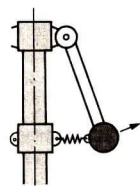

Bild 22
■ 3.21 An einem Fliehkraftregler (Bild 22) wird eine Stahlkugel mit der Masse 120 g, die auf einer Kreisbahn mit dem Radius 480 mm umläuft, durch eine Schraubenfeder mit der Federkonstanten  $20 \text{ kp cm}^{-1}$  nach innen gezogen. Berechnen Sie die Drehzahl, bei der die Feder um 20 mm gedehnt wird.